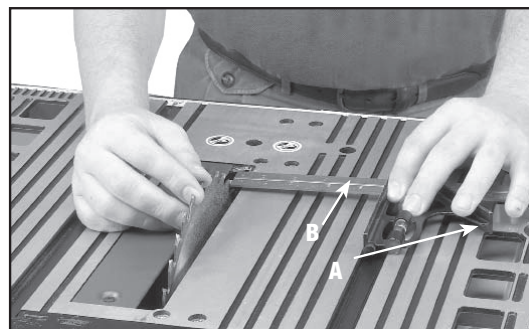
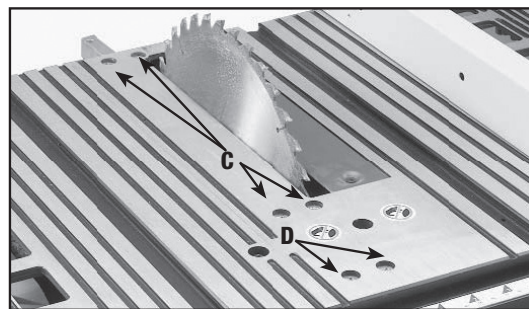

Fig. 35
Fig. 37
3. Utilize um esquadro regulável (A) Fig. 35 em contato com a fenda do graminho e ajuste o esquadro (B) até que este toque o dente marcado.
5. Se as medidas frontal e posterior (Figs. 35 e 36) não forem idênticas, você pode ajustar a lâmina. Comece afrouxando as porcas dos quatro parafusos (C) Fig. 37 na bancada. Em seguida, afrouxe os parafusos (C). Mova cuidadosamente a lâmina da serra até que esta fique paralela à fenda do graminho. Ao final, aperte as quatro porcas sob a bancada e os quatro parafusos (C) Fig. 37 de forma segura.
OBSERVAÇÃO: Se não for possível fazer um ajuste suficiente afrouxando os parafusos(C) Fig. 37, afrouxe o parafuso (D) Fig. 37 necessário para fazer o ajuste.